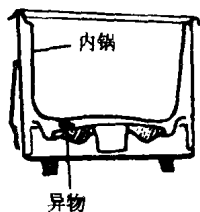

图 1-9
(4)内胆的底部、边缘和电热盘均不能碰撞。锅底与电热盘之间要保持干净，不能有异物介入，如图 1-9 所示。否则不但影响使用效果，而且还会烧坏电热元件。